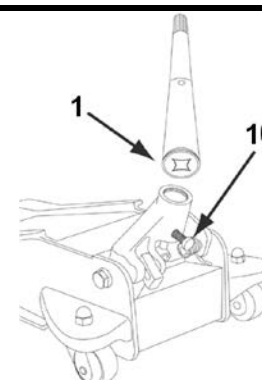

Fig. 3
3. Desserrez complètement la vis (10) installée dans le socle du bras de pompe (8). Le socle de réception du levier de pompe monté (1) est prêt (Fig. 3).
4. Alignez l'ouverture carrée sur la face inférieure du levier de pompe sur le boulon carré à l'intérieur du bras de pompe (8).
5. Sécurisez le levier de pompe à la position de montage en serrant la vis (10) du bras de pompe (8).